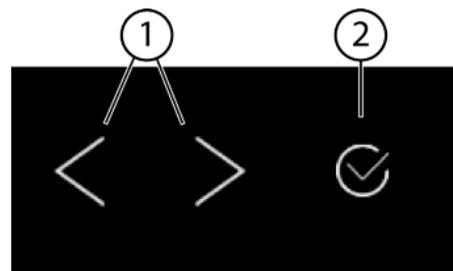
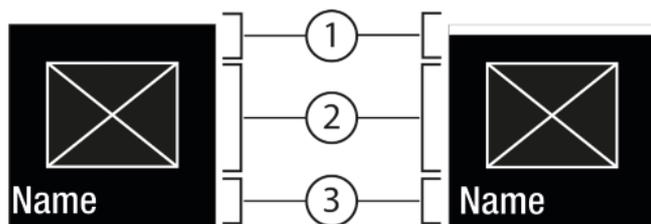
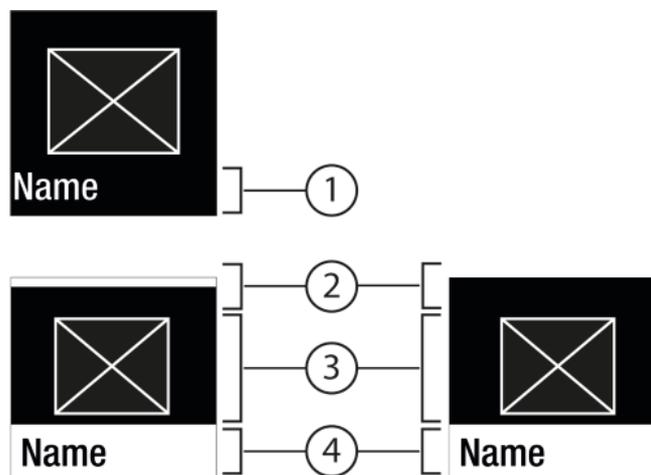

Fig. 6
Fig. 7
Fig. 8
(1) Navigationspfeil links / rechts
(2) Bestätigen
Navigationsspfeil links / rechts Fig. 6 (1):
Bestätigen Fig. 6 (2):
- Mit Navigationsspfeil links / rechts Fig. 6 (1) navigieren.
- Mit Bestätigen Fig. 6 (2) die Funktion / Einstellung aktivieren Fig. 7 (1) / deaktivieren Fig. 7 (1).
- Mit Bestätigen Fig. 6 (2) das Untermenü Fig. 8 (4) aufrufen.
- Neuen Wert einstellen: Mit Bestätigen Fig. 6 (2) einen deaktivierten Wert Fig. 7 (1) auswählen.
- Zurück ins Menü: Mit Bestätigen Fig. 6 (2) den bereits aktivierten Wert Fig. 7 (2) auswählen.
- ▶ Navigationsspfeile Fig. 6 (1) so oft drücken bis Funktion angezeigt wird.
- ▶ Bestätigen Fig. 6 (2) drücken.
- ▶ Navigationspfeile *Fig. 6 (1)* so oft drücken bis die Funktion angezeigt wird.
- ▶ Bestätigen *Fig. 6 (2)* drücken.
- ▶ Mit Navigationspfeile *Fig. 6 (1)* Einstellung-Wert wählen.
- ▷ Status: aktiviert *Fig. 7 (1)* erscheint kurz im Untermenü *Fig. 8 (4)*.
- ▶ Navigationspfeile *Fig. 6 (1)* so oft drücken bis Einstellungen  angezeigt wird.
- ▶ Navigationspfeile *Fig. 6 (1)* so oft drücken bis die gewünschte Einstellung angezeigt wird.
- ▶ Bestätigen *Fig. 6 (2)* 3 Sekunden lang drücken.